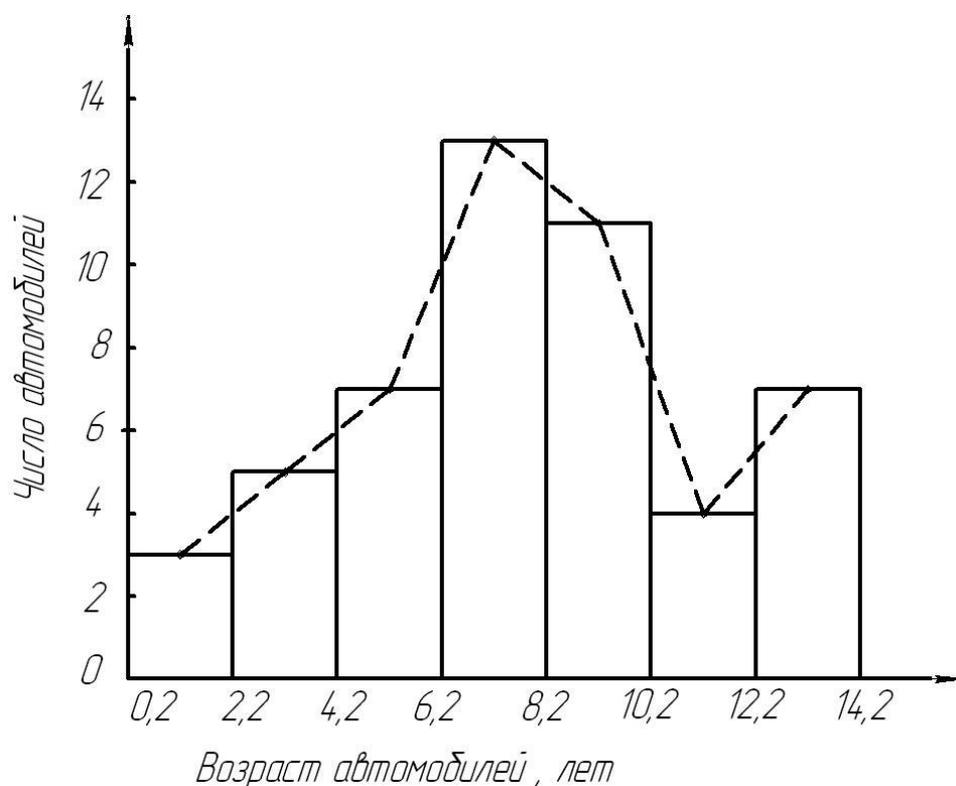

Рис. 1. Гистограмма распределения грузовых автомобилей по их возрасту.
ряд. Для графического представления этого ряда строим гистограмму распределения (рис.1).
Анализ таблицы и рис.1 показывает, что практически половина автомобилей (24) имеет возраст от 6,2 до 10,2 лет.